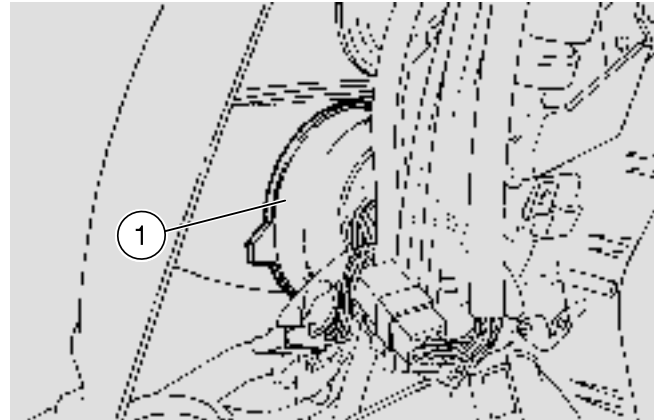

Fig. 50
- ◆ Déplacer avec les mains le protecteur (1-Fig. 50) de l'ampoule à remplacer.